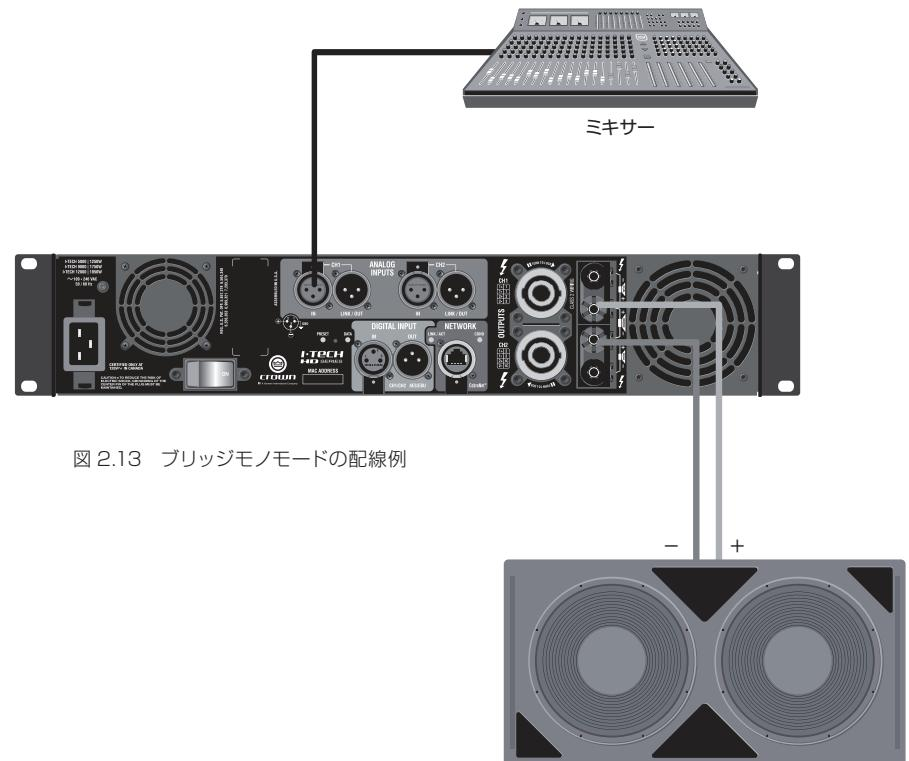

図 2.13 ブリッジモノモードの配線例
入力: 接続は以下の方法で行ってください(図 2.13)
- ・バインディングポストを使用してスピーカーを接続する場合、各出力端子の赤いバインディングポストを使用してください(図 2.13)。ブリッジモノモードで動作する場合は黒のバインディングポストは使用しないでください。